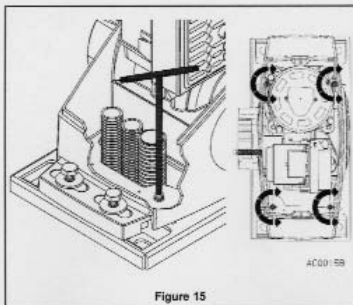
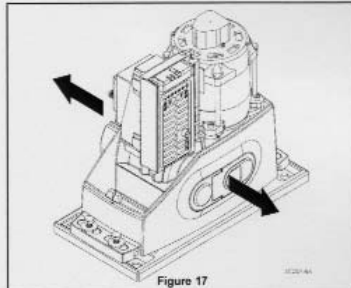
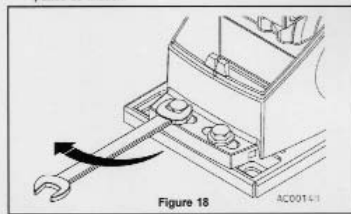
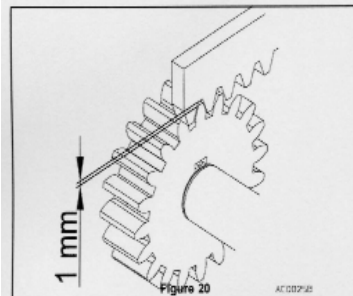

Figure 15
Figure 17
Figure 18
Figure 20
- Les 4 vis (fig. 15) doivent dépasser du plan d'appui du moto-réducteur d'environ 5 mm.
- Effectuer le réglage vertical du moto-réducteur à l'aide de 4 vis (fig. 15) et le mettre en position.
- Effectuer le réglage horizontal et vérifier que le moto-réducteur est parfaitement parallèle au portail, en le déplaçant latéralement si nécessaire fig. 17.
- Lorsque le moto-réducteur a été correctement positionné, le fixer en bloquant les 4 vis M10 et leurs rondelles à l'aide d'une clé plate (fig. 18) ou une clé à douille. Remonter les couvercles des pattes de fixation.
- Vérifier qu'il y a un jeu d'environ 1 mm entre le pignon et la crémaillère (fig. 20) afin d'éviter de forcer le pignon et par conséquent le moto-réducteur.
- Si l'espace entre la crémaillère et le pignon n'est pas respecté (environ 1 mm, fig. 20), dévisser de 2/3 les vis M10 de blocage (fig. 18) et les quatre vis (fig. 15) jusqu'à l'obtention d'un espace suffisant. Si nécessaire, régler l'alignement du pignon par rapport à l'axe de la crémaillère: approcher ou déplacer le moto-réducteur du portail en faisant glisser la plaque d'ancrage (fig. 17).
- Lorsque la position correcte est atteinte, serrer à nouveau solidement les 4 vis M10 (fig. 18).
- Vérifier particulièrement qu'il y a un espace d'environ 1 mm entre le pignon et la crémaillère (fig. 20) afin d'éviter de forcer le pignon et par conséquent le moto-réducteur.